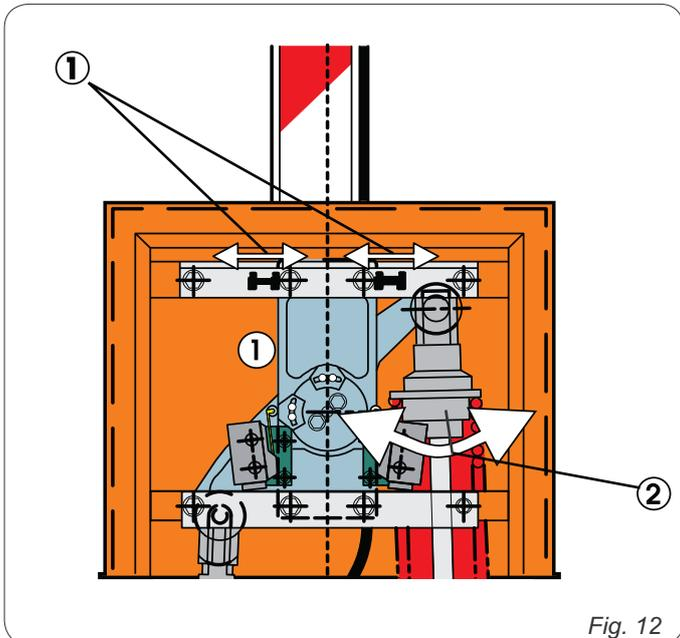

Fig. 12
5. Regular as paradas mecânicas de fim de curso de abertura e fechamento, como na fig. 12 ref. e verificar o balanceamento da cancela seguindo as indicações do parágrafo
2. Quando a barreira tem a tendência de fechar, rodar o anel de pré-carga da mola (Fig.12 ref. 1) no sentido horário, quando tem a tendência de abrir, rodar no sentido anti-horário.